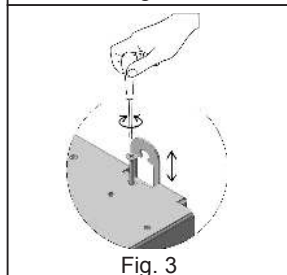

Fig. 3
- b) Fästjärn med nivellerad baksida som fästs med hjälp av expansionspluggarna som medföljer produkten (Fig. 3)